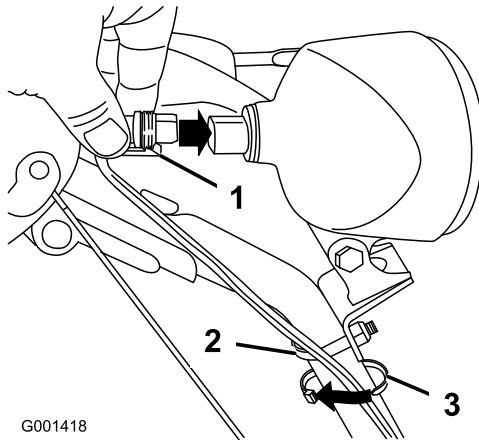

Figura 17
- Insira o conector do fio na extremidade solta do fio na parte de trás do farol até que fique preso no sítio (Figura 17).
Nota: Certifique-se de que o clipe de plástico no conector do fio está na parte inferior (Figura 17).
- Prenda uma abraçadeira de cabos (a partir do saco das peças soltas) em redor do fio e do manípulo a cerca de 2,5 cm abaixo da cavilha em U (Figura 17).